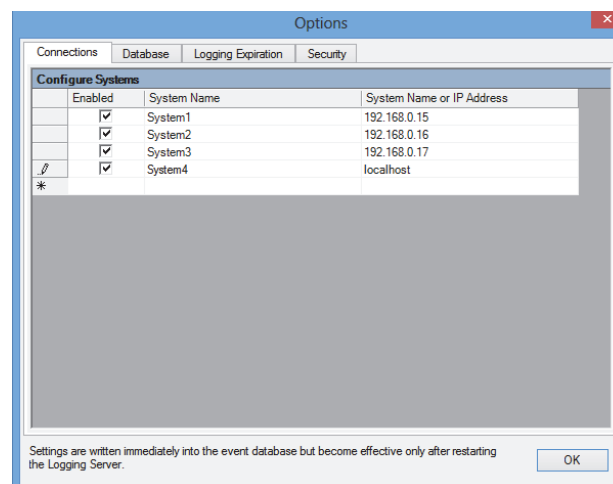

figura 58.7: Aggiungere un sistema (2)
- 2 Fare clic sul campo *System Name* ed inserire il nome del sistema a cui il *Logging Server* deve essere collegato. Il nome può essere composto da un massimo di 16 caratteri. Ad esempio, *System 4* (vedere figura 58.7).